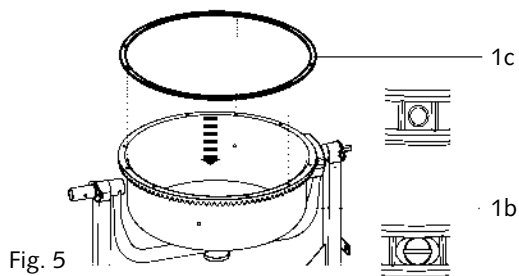

Fig. 5
3. Rikta in hålen och bultarna och placera gummipackningen (1c) på den nedre trumman (1b) (Fig. 5).